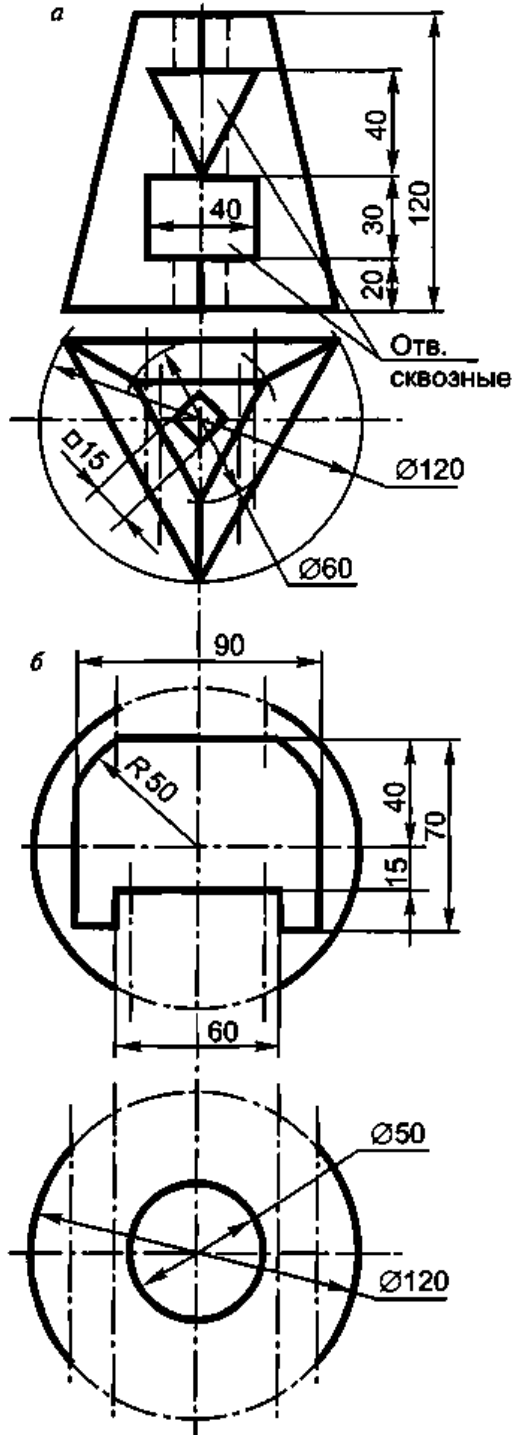

Рис. 2.23
13. Выполнить чертежи треугольной пирамиды (а) и сферы (б) с окнами в трех проекциях с тремя разрезами каждой (рис. 2.23):